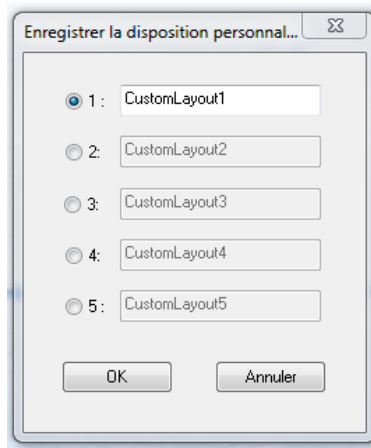

Figure 4-40 Boîte de dialogue Enregistrer la disposition personnalisée...
2. Dans la boîte de dialogue **Enregistrer la disposition personnel** (voir la Figure 4-40 à la page 279).